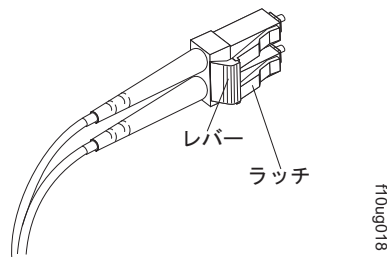

図 29. LC-LC ファイバー・チャネル・ケーブルのレバーおよびラッチ
1. 図 29 に示されているように、SFP または SFP+ モジュールあるいはホスト・バス・アダプターに接続した LC-LC ケーブルの端のレバーを押し下げたまま、ラッチを解放します。